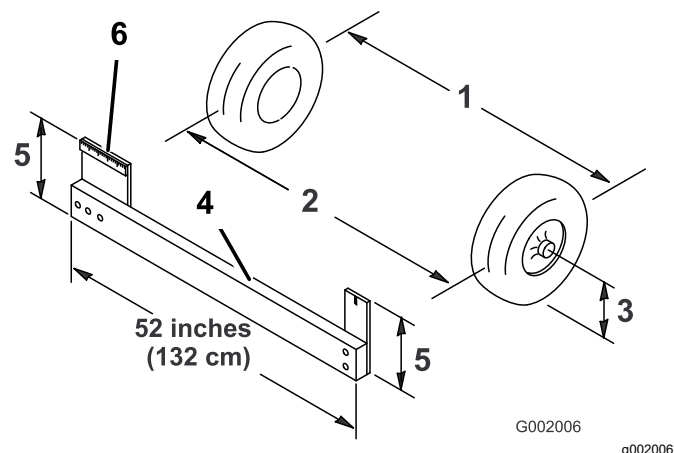

Figure 48
- Mesurez la distance entre les deux roues avant à hauteur d'essieu, à l'avant et à l'arrière des roues (Figure 48).
Remarque: Vous aurez besoin d'un gabarit ou d'un contrôleur d'alignement pour mesurer précisément l'arrière des roues avant à hauteur d'essieu. Utilisez le même gabarit ou outil pour mesurer précisément l'avant des roues avant à hauteur d'essieu (Figure 48).